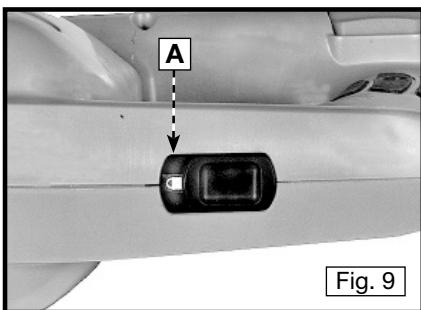
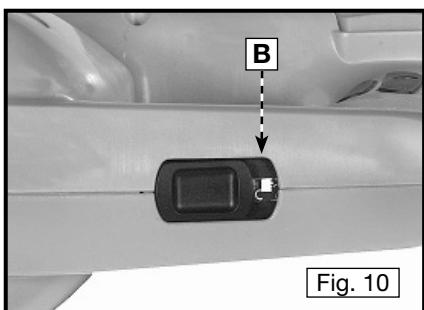

Fig. 9
Fig. 10
**⚠ PRECAUCIÓN** Bloquee el interruptor en la posición de apagado cuando la herramienta no se esté utilizando, de la manera que se muestra en (A), Fig. 9. Para desbloquear el interruptor, deslicelo hacia adelante de la manera que se muestra en (B), Fig. 10. Al desbloquear el interruptor se permite encender la herramienta y, después de hacer esto, la herramienta funcionará apretando el interruptor gatillo.
Utilice la llave inglesa suministrada del mal de ojo para ajustar el girando zapato de guía. Afloje los dos tornillos del mal de ojo (con la llave inglesa suministrada) localizado en el fondo del engranaje anterior (A) Fig. 9 albergando. Afloje ambos enroscan para permitir bastante que el girando zapato de guía para mover libremente. Ajuste a la posición deseada y apriete seguramente ambos enroscan.